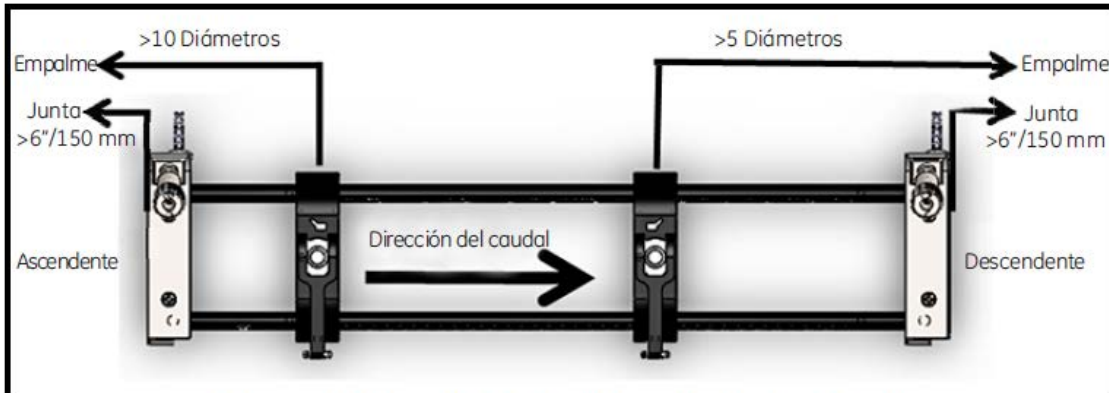

Figura 9: Selección de la ubicación de la tubería
2. Seleccione la ubicación del montaje del accesorio con abrazaderas en la tubería que reúna los siguientes requisitos (véase Figura 9 más abajo):